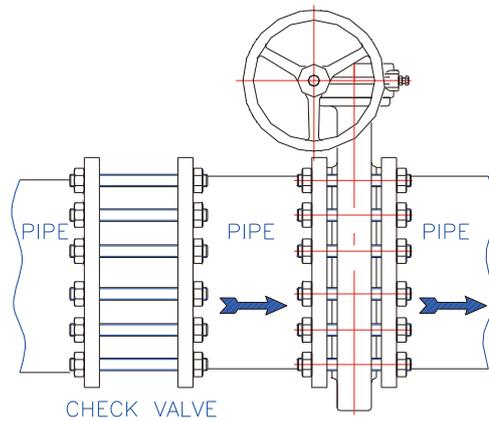

Fig.6
4.8. 在止回阀和蝶阀中间必须使用加长管。切勿将蝶阀和止回阀紧密地连接在一起（图6）。